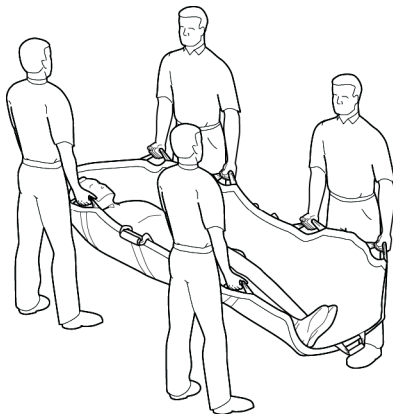

Abbildung 3
- Die Transfermatte an den Griffen anheben und den Patienten zu einer Krankentrage tragen, wie in Abbildung 3 dargestellt. Die Transfermatte kann von bis zu zwölf Personen getragen werden.